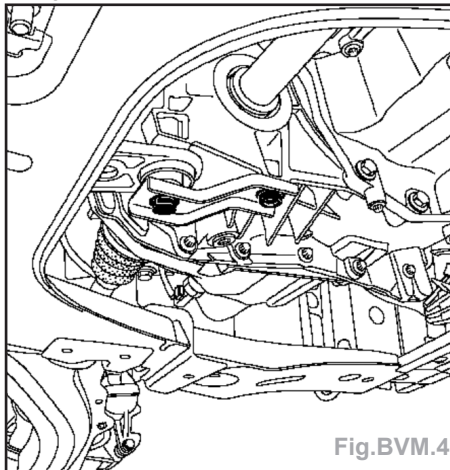

Fig.BVM.4
- Déposer la biellette de reprise de couple (Fig.BVM.4).